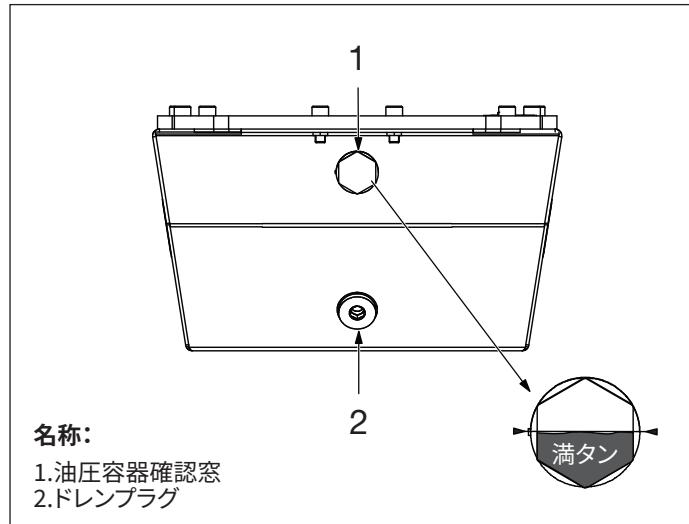

図10:油圧容器
5. 油圧容器確認窓を覗いて、オイル量を目視で確認します。オイル量が確認窓の上端と下端のほぼ中間にあれば、容器は満タンです。図10を参照してください。
容器の適切なドレンと再充填のために、以下に記載されている手順でオイルを交換してください。図10を参照してください。
5. 油圧容器のドレンプラグの下側に、適切なパンまたは適切な容量の容器を置きます。図10を参照してください。